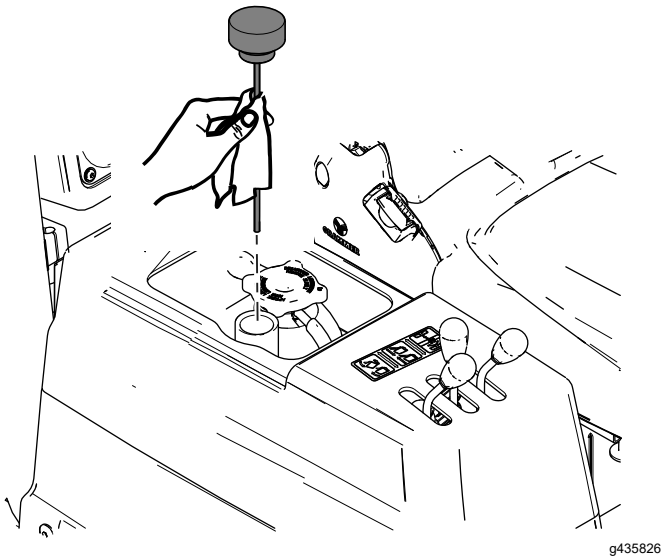

Figura 82
4. Togliete l'asta di livello dal serbatoio idraulico e pulitela con un panno pulito (**Figura 82**).